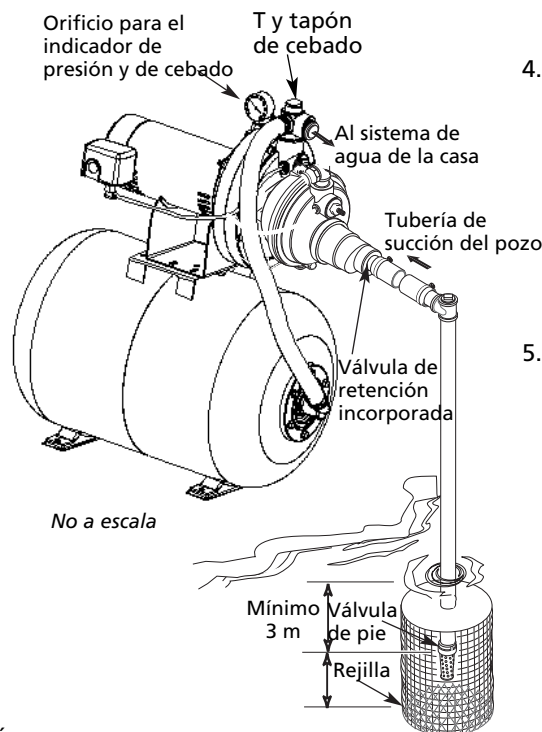

Figura 7 – Instalación para Aguas Superficiales
3. Monte la válvula de pie, filtro y tubería para el pozo (véase la Figura 7). Asegúrese que la válvula de pie funcione sin problemas.
3. Monte una válvula de retención y tubería de succión (véase la Figura 7) Asegúrese que la válvula de pie funcione sin problemas. Utilice cinta de PTFE o un compuesto para uniones de tubería a base de PTFE en las uniones roscadas de tubería. Proteja el conjunto de la válvula de pie contra peces, basura, etc., instalando una pantalla alrededor (véase la Figura 7).
5. Instale una T de cebado, un tapón de cebado y una tubería de succión en la bomba (véase la Figura 7). Soporte la tubería para que no haya inclinaciones verticales o hundimientos en ella, a fin de que la tubería no ejerza tensión sobre el cuerpo de la bomba, y se incline ligeramente hacia arriba desde el pozo hacia la bomba (los puntos altos pueden ocasionar que se formen